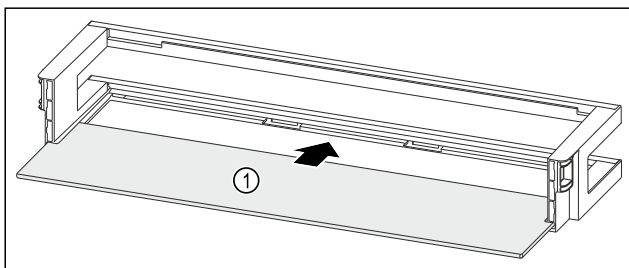

Fig. 238 Дверная полка со съемной полкой
- ▶ Вдвиньте съемную полку Fig. 238 (1) в боковые пазы.